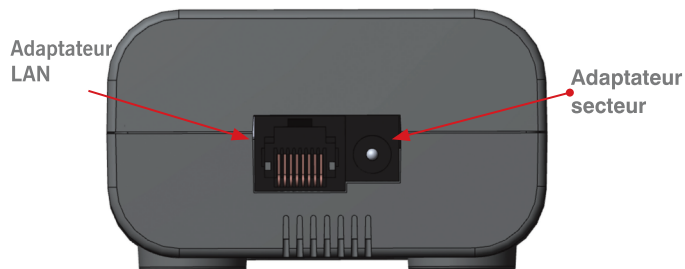

Figure 4: Vue arrière de la SmartBox PDMonitor®
2. Branchez une extrémité du câble Ethernet à l'adaptateur LAN de la SmartBox (Figure 4) et branchez l'autre extrémité à une prise LAN murale ou celle d'un modem ou d'un routeur